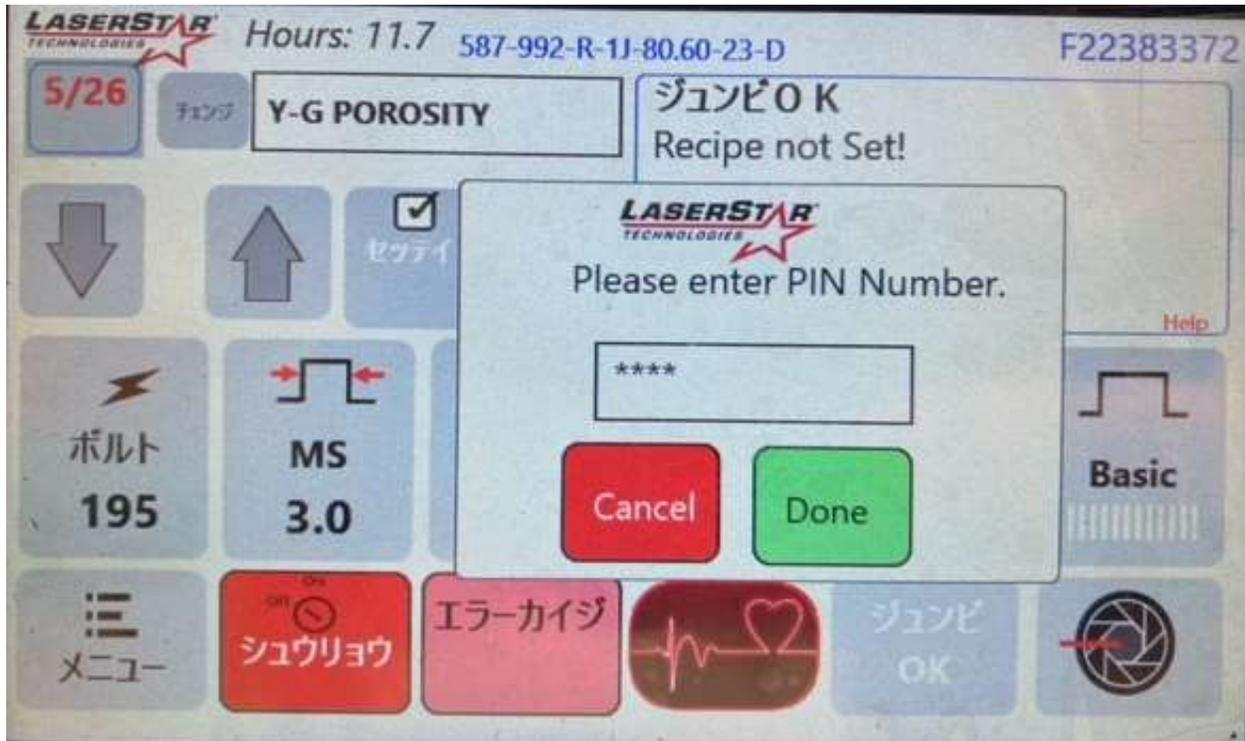

図 83
- 3 ナンバーボックス (****) をタッチします (図 83)。
- 6 (Done : 完了) を押します (図 83)。
- 7 ナンバーボックス (****) をタッチします (図 83)。